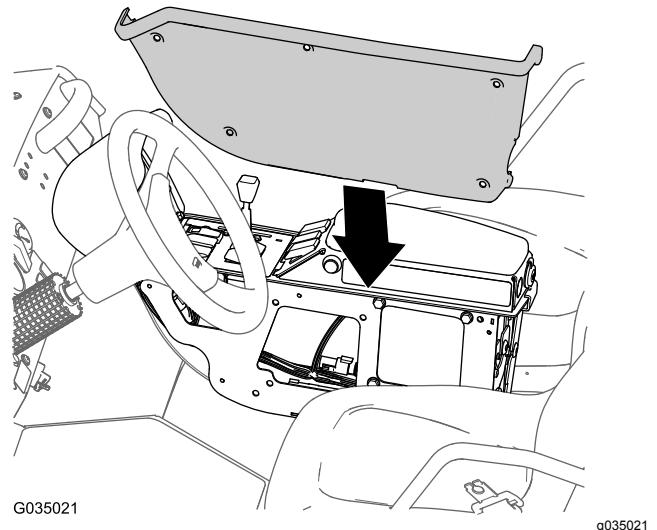

Figura 119
- Allineate il coperchio rimosso nel passaggio 3 di Disposizione del cablaggio preassemblato per il circuito di intercettazione della pompa dell'irroratrice \(pagina 54\) al lato sinistro del quadro di comando (Figura 119).